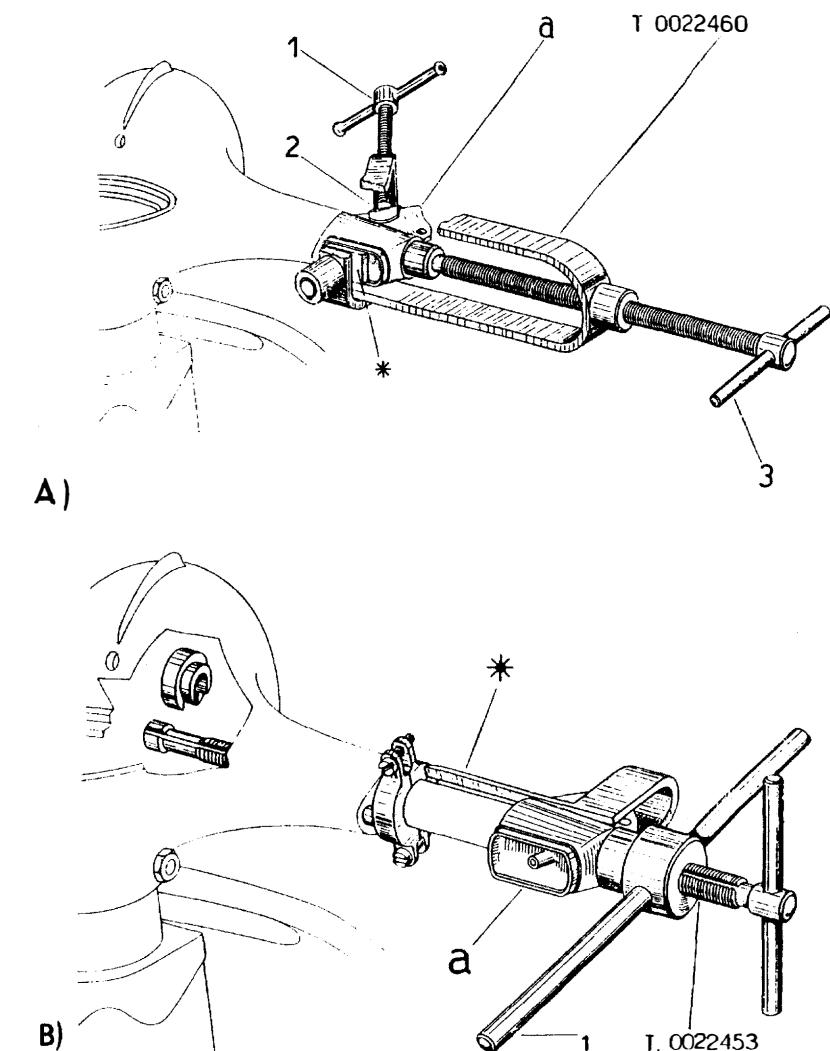

Fig. 58
a) Dismantling (fig. 58/A).
a) Desmontaje (fig. 58/A).
- Set up the tool T.0022460 as in fig. 58/A, after having previously mounted the component indicated by an asterisk (from the standard equipment of this tool select the component suitable for the switch housing to be extracted); insert said component into the switch housing.
- Screw down the component (1) (without blocking excessively), ensuring that the component (2) is mating with the inclined plane of the switch housing « a ». Introduce the extractor guide until it butts up against the handlebar casting and act on the screw (3) to expel component.
b) **Reassembly** (fig. 58 B).
- Screw in the component (1) until the sleeve « a » butts against the setting flange (*) of the tool. Remove the setting piece and continue to screw in the component (1) until the part « a » is completely assembled, ensuring that the cut-outs on sleeve and handlebars coincide.
- Aplicar el útil T.0022460 como se indica en la fig. 58/A, montando anteriormente el particular señalado con (*) (escoger entre los particulares de la dotación del útil el correspondiente al tipo de caja a desmontar); introducir este particular dentro del alojamiento del conmutador.
- Atornillar (sin apretar excesivamente) el perno roscado (1) cuidando que la pieza (2) se acople sobre el plano inclinado de la caja « a ». Introducido el centraje del extractor hasta hacer tope con el tubo fijo del manillar, actuar sobre el tornillo (3) hasta la extracción.
b) **Montaje** (fig. 58 B).
- Atornillar (1) hasta que el manguito « a » haga tope con la brida del centraje (*) del útil. Luego desmontar dicho centraje y atornillar aun (1) hasta el montaje completo de « a », poniendo particular atención que los agujeros del manguito y del manillar citados coincidan.